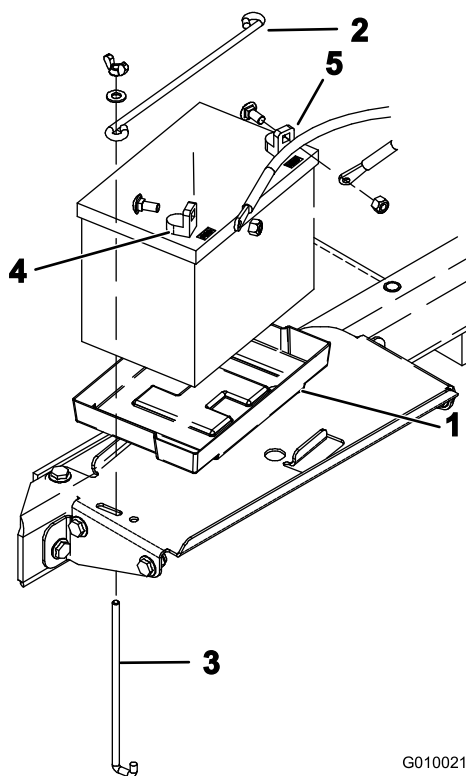

Figura 49
- A. Retire la varilla de la batería y las varillas que sujetan la batería a la bandeja (Figura 49).
6. Coloque la batería en la bandeja del compartimento de la batería, como se muestra en la Figura 49.